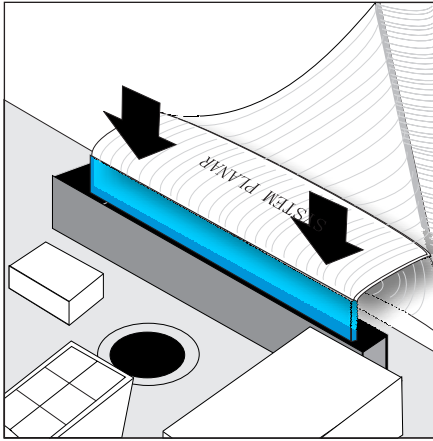

图 107. 将服务控制器电缆装入系统板
- e. “小心地”将扁平电缆（标记为“System Planar”）的一端安装到系统板，并确保将电缆笔直装入。请参阅第 162 页的图 107。请务必验证电缆接口端的蓝色线不可见。